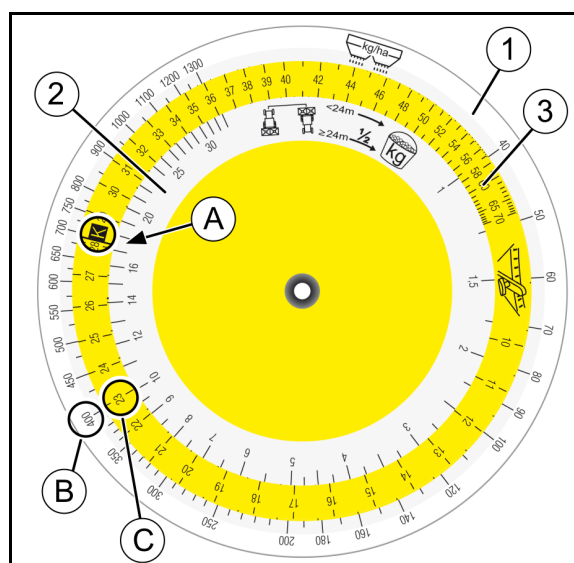

Рис. 59
3. На обратной стороне логарифмического диска (Рис. 59/1) для желаемой рабочей ширины захвата **18 м** найдите требуемый контрольный участок **27,75 м** для площади посева **1/40 га**.
7. Возьмите в руки логарифмический диск приспособления для установки сеялки на норму высева. По шкале (Рис. 59/2) для собранного количества [кг] найдите числовое значение 17,5 (А) и установите напротив положения "К" (В) цветной шкалы (Рис. 59/3).
8. Найдите желаемую норму внесения удобрений (400 кг/га) (С) на шкале для нормы внесения (Рис. 59/1) и снимите показание требуемого положения заслонки (позиция "23" (D)).